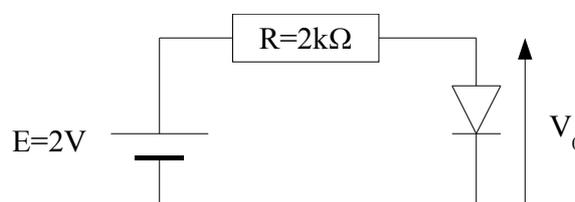

Figure 1
1.4. On alimente la diode de la manière représentée sur la Figure 1. Calculer la valeur du courant I_0 qui traverse celle-ci.